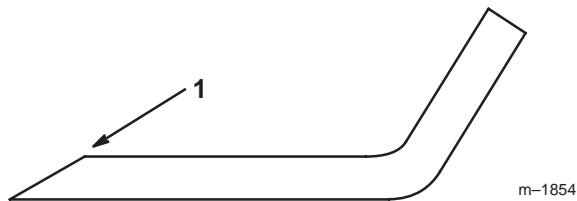

Bild 43
1. Schärfen Sie die Schneidkante an beiden Enden des Schnittmessers mit einer Feile (Bild 43). Behalten Sie den ursprünglichen Winkel bei. Das Schnittmesser behält seine Auswuchtung bei, wenn von beiden Schneidkanten die gleiche Materialmenge entfernt wird.